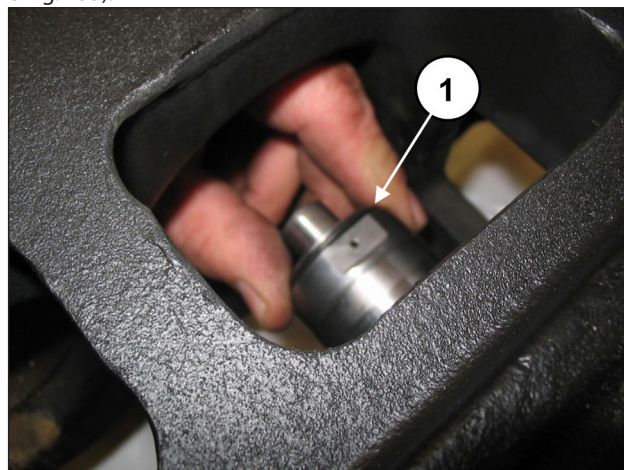
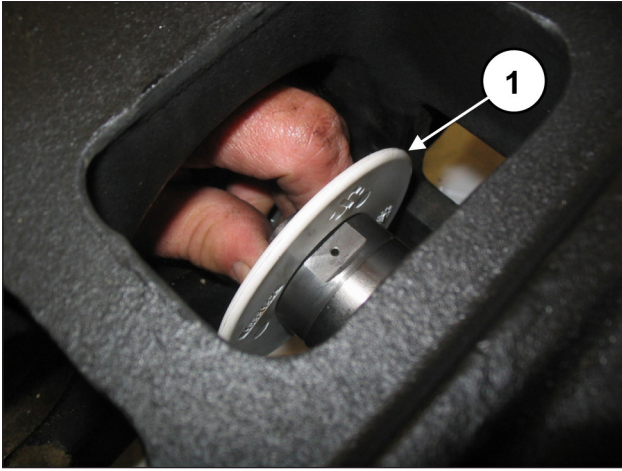

Fig. 134
Fig. 135
Posicione a proteção contra respingos completa do anel circular no compartimento da guia do pistão (pos. ①, Fig. 134 e Fig. 135).